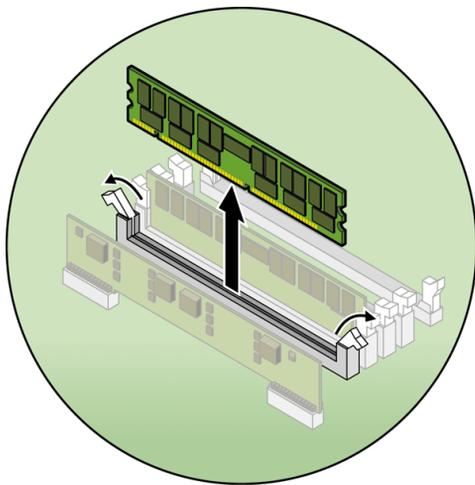

FIGURE 4-29 Retrait d'un module de mémoire
7. Retirez le module de mémoire en appuyant sur les barres d'éjection aux deux extrémités de sa fiche (voir FIGURE 4-29).